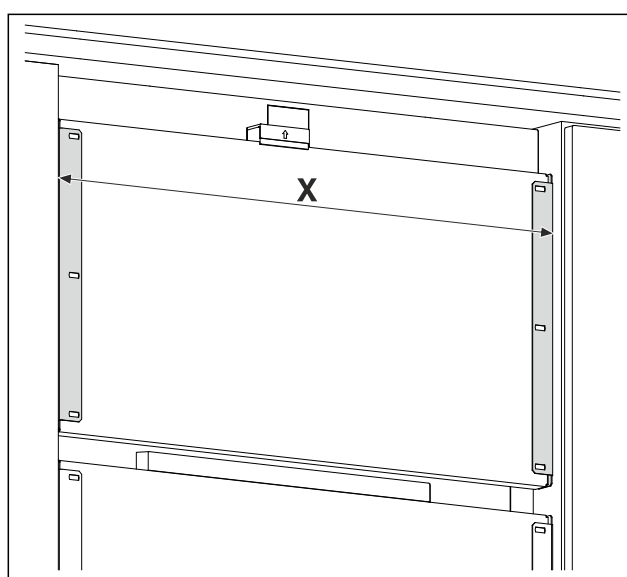

Fig. 18 Représentation à titre d'exemple
- Mesurer la distance Fig. 18 (X) qui sépare le bord extérieur de l'équerre de fixation.